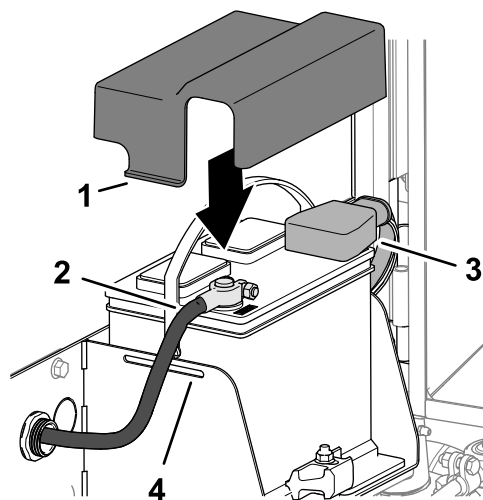

Figura 128
1. Instale o cabo positivo (vermelho) da bateria no polo positivo (+) da bateria (Figura 128).